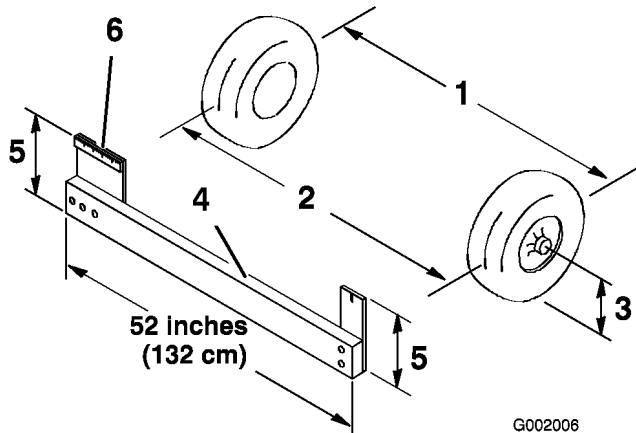

Bild 59
- Messen Sie den Abstand zwischen beiden Vorderreifen auf Achshöhe (an der Vorder- und Rückseite der Vorderreifen) (Bild 59). Eine Messlehre ist für das hintere Maß der Vorderreifen auf Achshöhe erforderlich. Benutzen Sie das gleiche Maß für das genaue Vermessen der Vorderseite der Vorderreifen auf Achshöhe (Bild 59).